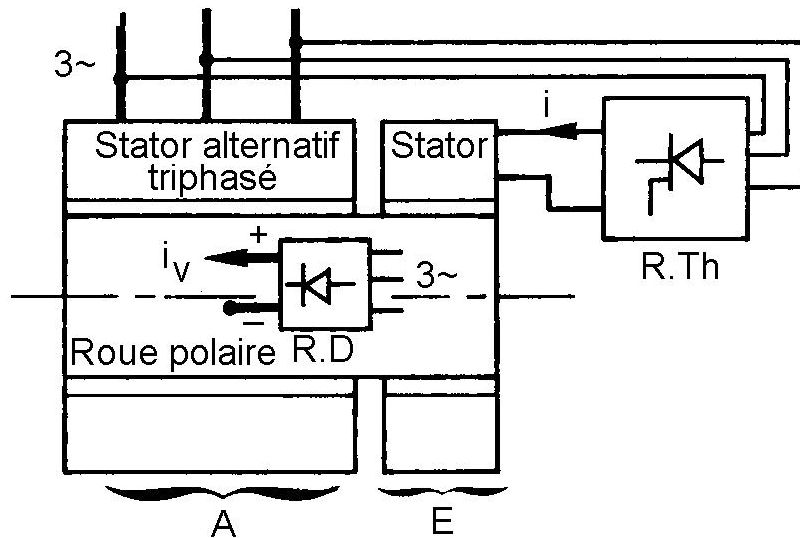

Figure 3
C) Par système dit "à diodes tournantes" (fig.3) :